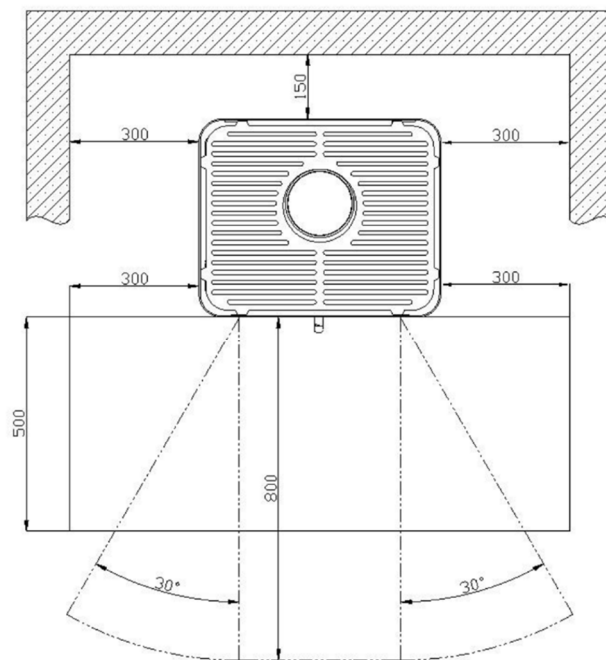

Fig.1
- Devant l'appareil, dans la zone où les flammes sont visibles, là où il y a un rayonnement thermique direct, une distance d'au moins 80 cm doit être maintenue (Fig. 1)
- Devant l'appareil, là où les flammes ne sont pas visibles, une distance d'au moins 30 cm sur les côtés et 15 cm sur le mur arrière doit être respectée (Fig. 1)
Il est absolument nécessaire de fournir suffisamment d'air de combustion à l'appareil. Pour les appareils Unico, un conduit d'arrivée d'air allant chercher l'air à l'extérieur peut être connecté directement à l'appareil (Voir Arrivée d'air Figure1). Son usage est recommandé.